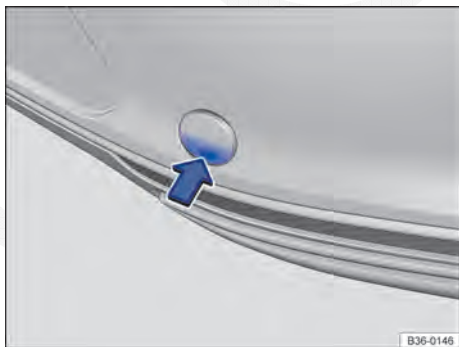

Fig. 319 No para-choque traseiro à direita: remover a cobertura.
O alojamento da argola de reboque rosqueável está localizado à direita do para-choque traseiro, atrás de uma cobertura → Fig. 319. Em *veículos com dispositivo de reboque instalado de fábrica*, atrás da cobertura **não** há um alojamento para a argola de reboque rosqueável. Para rebocar, bascular para fora ou montar e utilizar a rótula de engate e utilizá-la → Página 179, → .
- Pressionar na área inferior da cobertura → Fig. 319 no sentido da seta para soltar o encaixe da cobertura.